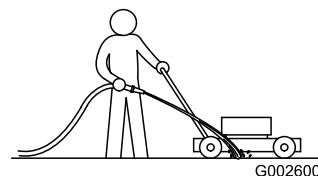

Figura 18
3. Con el motor en marcha y la cuchilla engranada, dirija un chorro de agua por delante de la rueda trasera **derecha** (Figura 18).